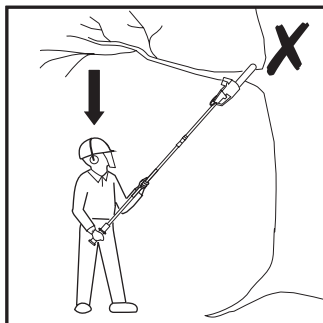

Fig. 35
6. Ne jamais se tenir sous la branche à scier. Des objets peuvent chuter de manière inattendue. Toujours se positionner hors de la trajectoire de chute de la branche (Fig. 35).